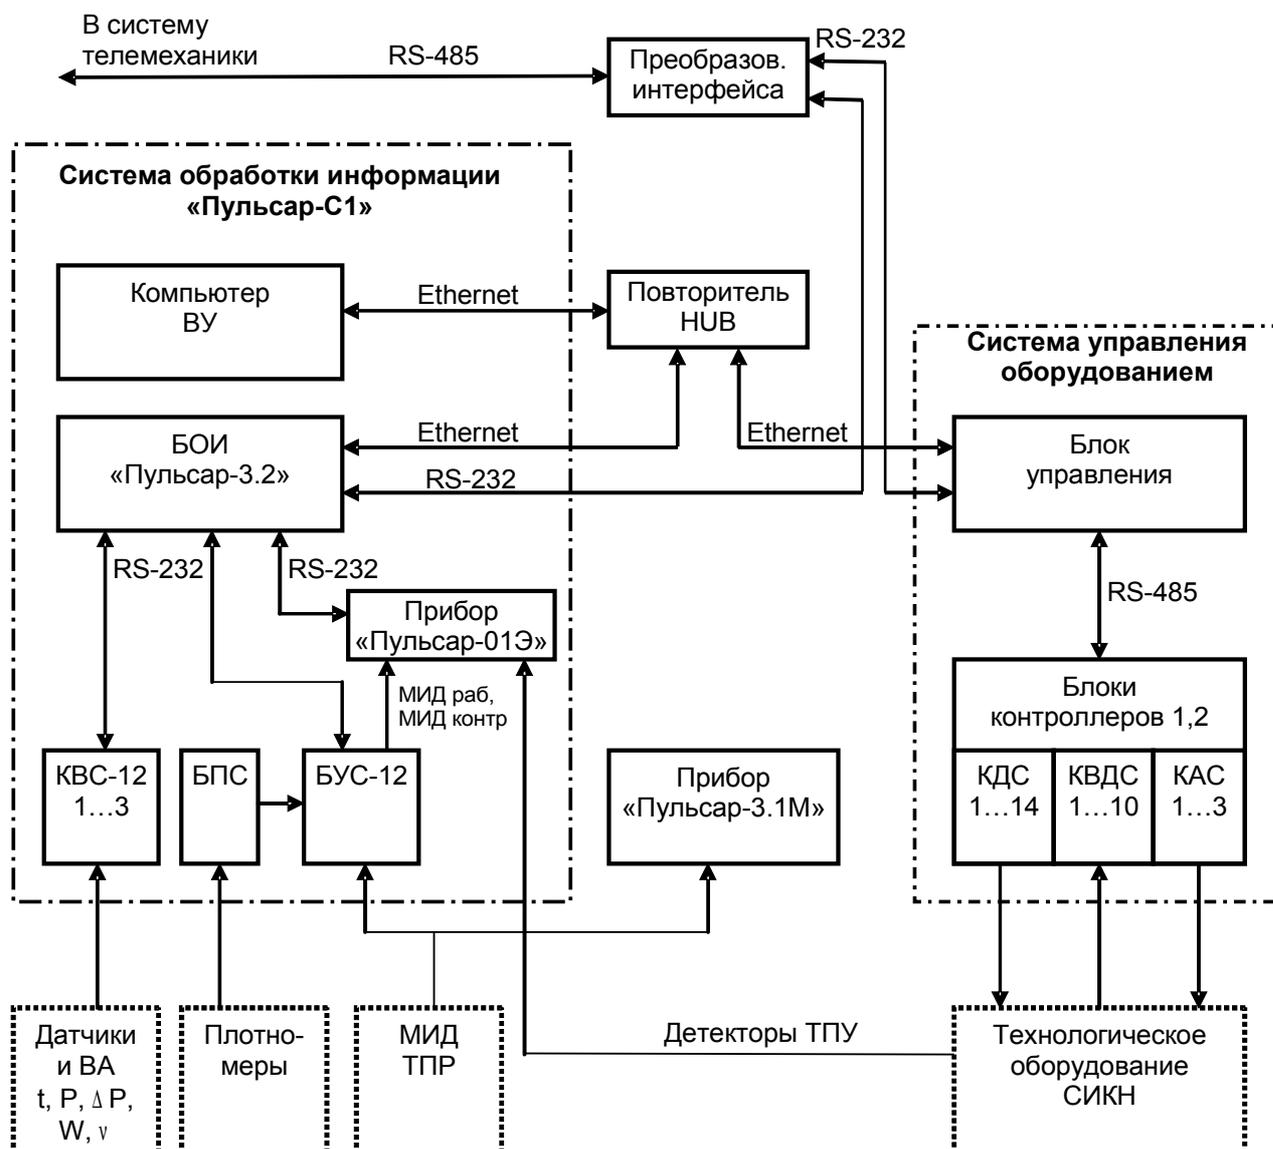

Рис. 2
1.2.1.1 Структурная схема комплекса представлена на Рис. 2.